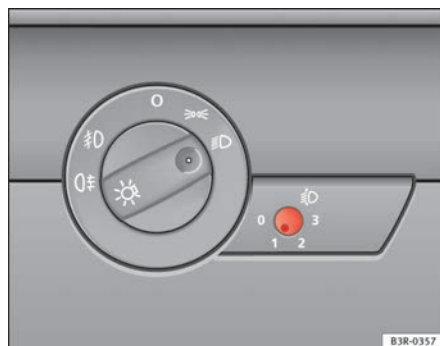

Fig. 89 Regolazione profondità fari
- Premere il tasto  $\Rightarrow$ fig. 89 per sbloccarlo.